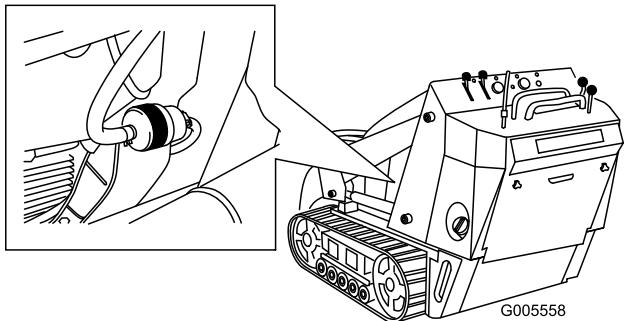

Bild 36
4. Klemmen Sie die Kraftstoffleitungen auf beiden Seiten des Kraftstofffilters fest (Bild 36).
5. Drücken Sie die Enden der Schlauchklemmen zusammen und schieben Sie sie vom Filter weg (Bild 36).